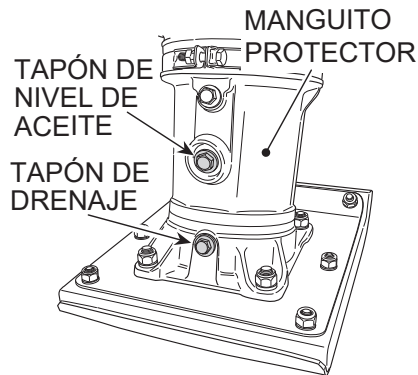

Figura 3. Comprobación del aceite
1. Compruebe el nivel de aceite a través del manguito protector (Figura 3) en el lado derechos del pisón.